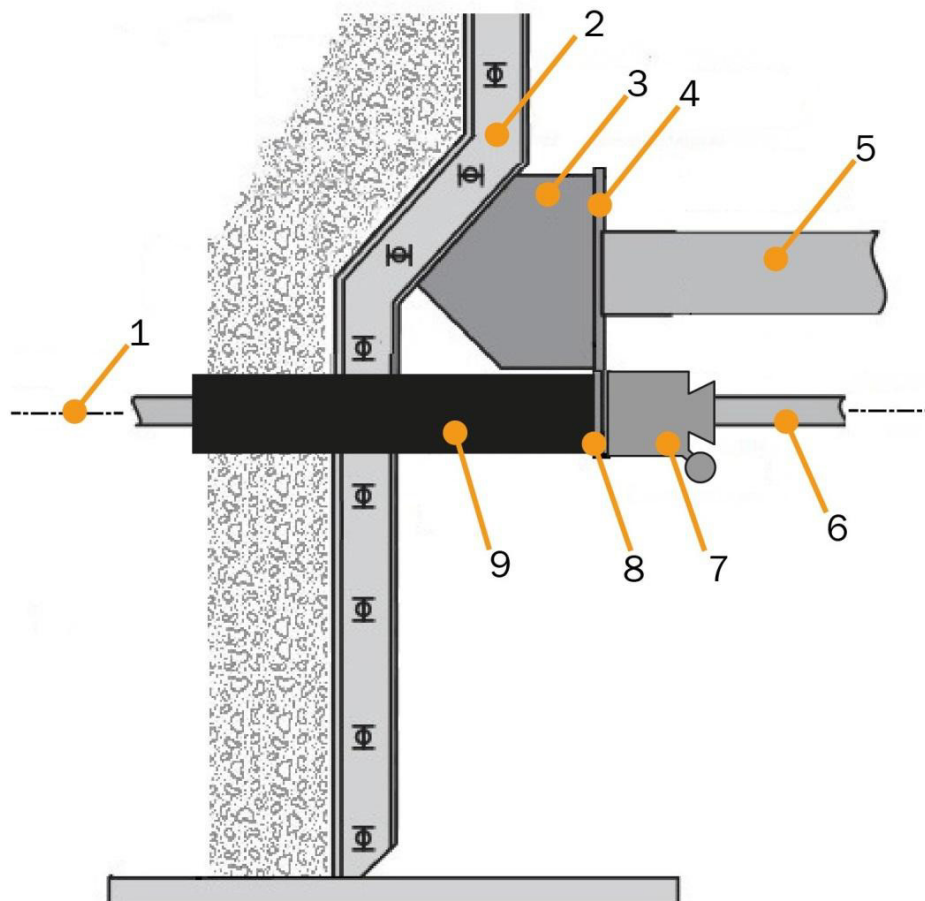

Abb. 19: Montage der Ausfahrvorrichtung
- ▶ Die Montageplatte an der Außenwand des Drehrohrofens mit einer Winkelplatte aus Stahlblech oder ähnlichem Stabilisierungsmaterial verbinden, siehe Abb. 19: „Montage der Ausfahrvorrichtung“, Seite 35.